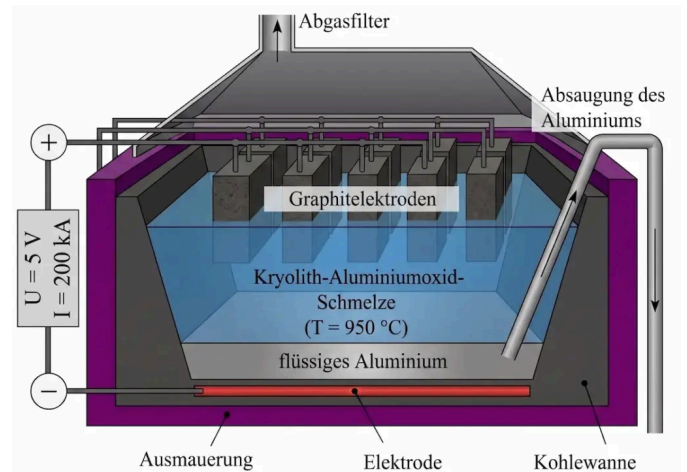

Abb. 3: Schematische Darstellung der Schmelzflusselektrolyse von Aluminium. 1
- 5 **Formulieren** die Reaktionsgleichungen für die Reaktionen bei der Schmelzflusselektrolyse und **identifizieren** Sie Anode und Kathode in der **Abb. 3**.